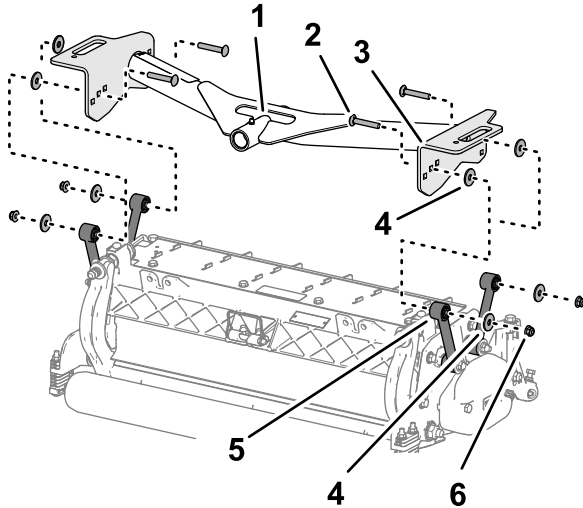

Figura 17
1. Alinee los taladros de las placas del bastidor de tiro delantero con los taladros de las placas de montaje de la unidad de corte (Figura 17).
2. Alinee una arandela entre la placa de tiro y el tirante (Figura 17), y monte provisionalmente las placas y el espaciador con un perno de cuello cuadrado ($\frac{3}{8}$ " x $2\frac{1}{4}$ "), una arandela y una contratuerca con arandela prensada ($\frac{3}{8}$ ").